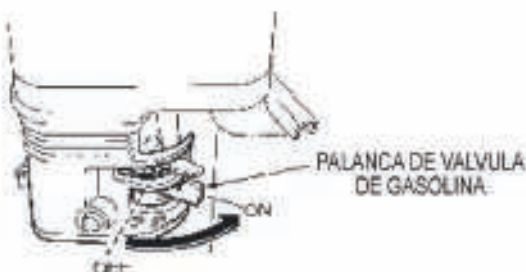

Figura 17. Palanca de válvula de gasolina
3. Posicione la palanca de la válvula de gasolina (Figura 17) en la posición de "ON".
3. Posicione la palanca de la válvula (Figura 17) de combustible en la posición de cerrado (OFF).